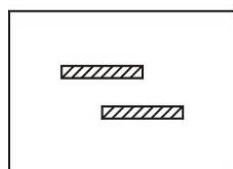
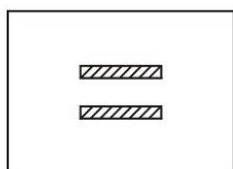
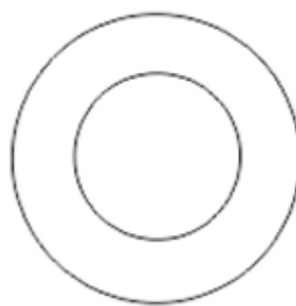

Fig.52
Fig.53
Fig.54
Dacă pacientul nu are prezbiopie, setați rezultatele foriei testate în punctul îndepărtat al deschiderii. Dacă pacientul are prezbiopie, puneți rezultatele la testul punctului apropiat. Setați cardul punctului apropiat la 40 cm și rotiți butonul auxiliar al lentilei ② pentru a seta ochiul drept la  $6\Delta U$ , astfel încât rândurile de litere să fie complet separate. Dacă pacientul are forie orizontală, aceasta va fi prezentată ca Fig.52. Rotiți prisma rotativă ⑫ la celălalt ochi, cu scara 0 în sus. (vezi Fig.54) Rotiți butonul de rotație a prismei ⑪ astfel încât să nu existe nicio diferență între ochiul stâng și cel drept și, în acest moment, scara prismei rotative indică puterea prisme (vezi fig.53).